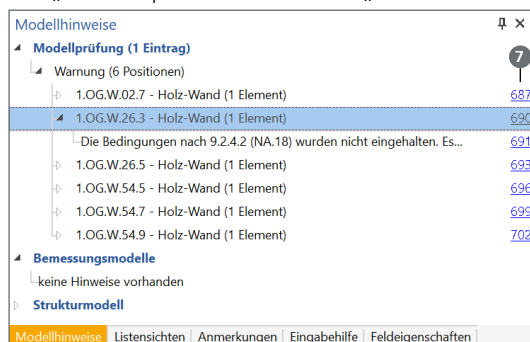

Bild 8. Fenster „Modellhinweise“
Um in einem Statik-Dokument zu navigieren, ohne die aktive Position zu wechseln, muss die Seitennummer (7) der entsprechenden Position mit einem Klick ausgeführt werden. Auf diese Weise bewirkt ein Doppelklick die Aktivierung und Anzeige einer Position und ein Ein-Klick auf die Seitennummer nur den Wechsel der angezeigten Position im Dokument. Diese Strategie zieht sich durch die weiteren Fenster in der Oberfläche, wie z.B. den „Positionsplandaten“ oder den „Modellhinweisen“ (Bild 8).